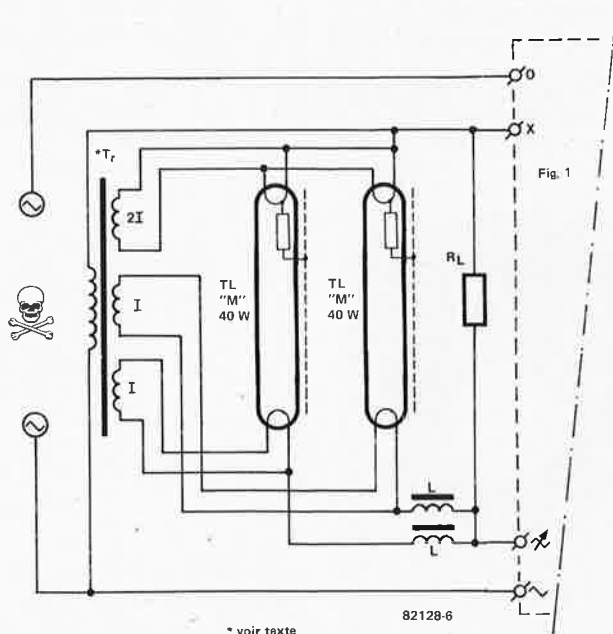

Figure 6. On peut très facilement mettre deux tubes TL (M) en parallèle sur le même gradateur.
Une valeur plus faible pour R_L occasionne une plus grande perte d'énergie, mais favorise la largeur de la plage de réglage. Ainsi, une valeur de 4k7/15 W pour R_L avec un tube TL (M) de 40 W constitue un bon compromis. Si la puissance du tube augmente, celle de la résistance de charge augmentera aussi, mais sa valeur ohmique diminuera: pour un tube de 80 W, on aura $R_L = 2k/30 W$. Il est recommandé de remplacer la résistance de charge par une ampoule à filament. Pour deux ou trois tubes de 40 W, une ampoule de même valeur suffit. La figure 6 indique comment relier le gradateur à deux tubes. Pour le transformateur, il faut trois enroulements dont l'un pourra recevoir en parallèle deux électrodes (il lui faudra leur fournir un courant d'autant plus élevé (voir tableau 1). A la limite, on peut utiliser deux transformateurs différents à deux enroulements séparés chacun, voire même trois transformateurs distincts.